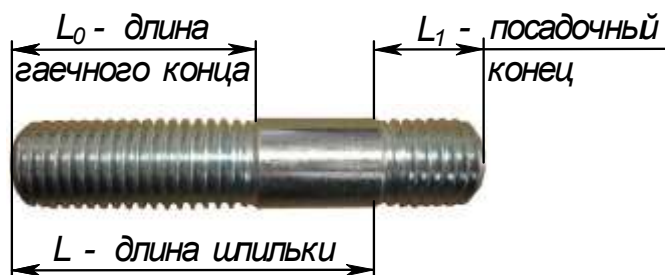

Рисунок 9 Шпилька
**Шпилька** представляет собой цилиндрический стержень с резьбой на обоих концах. Та часть шпильки, которая ввинчивается в резьбовое отверстие детали, называется ввинчиваемым (посадочным) концом, а часть, на которую надеваются присоединяемые детали, шайба и навинчивается гайка, называется гаечным или стяжным концом (рисунок 9).